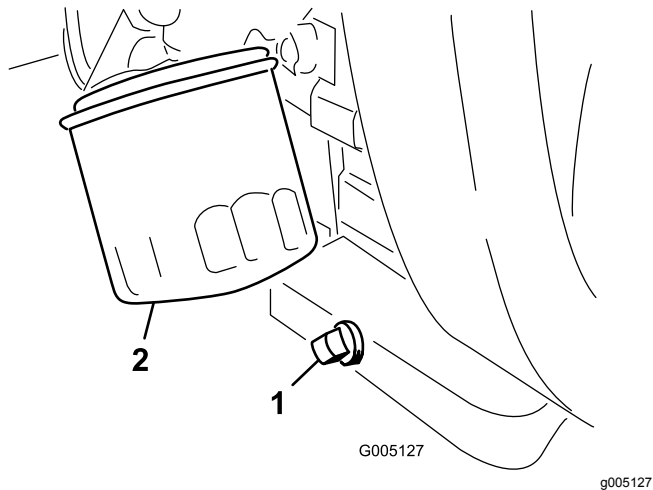

Рисунок 34
- Снимите пробку сливного отверстия (Рисунок 34) и дайте маслу стечь в сливной поддон.
- Очистите резьбовую поверхность пробки сливного отверстия, нанесите уплотнитель из тефлона и установите пробку (Рисунок 34).
- Снимите масляный фильтр (Рисунок 34).